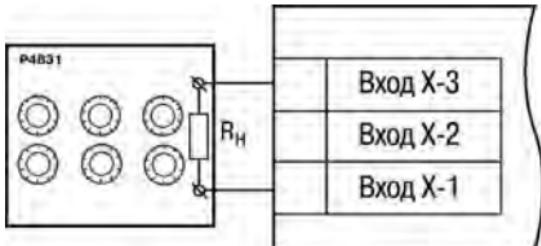

Рисунок 8.3 – Подключение магазина сопротивлений
- Подключить к прибору магазин сопротивлений типа Р4831 или подобный ему с классом точности не ниже 0,05 по трехпроводной линии (рисунок 8.3). Сопротивления проводов в линии должны быть равны друг другу и каждое не должно превышать величины 15 Ом.